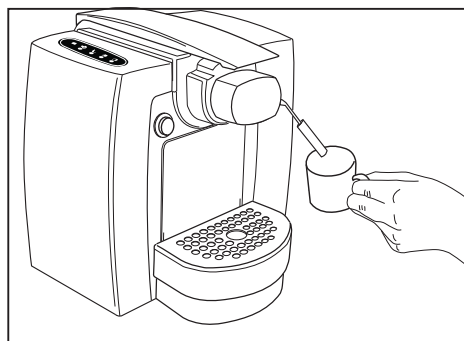

Fig. 14
- Remplir la tasse à moitié avec du lait froid et immerger le bec vapeur jusqu'à ce que la mousse remplisse la tasse (Fig. 14).
- Pour produire de l'eau chaude, placer une tasse sous le bec (Fig. 14) et enfoncez la touche ☺ (C).